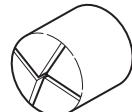
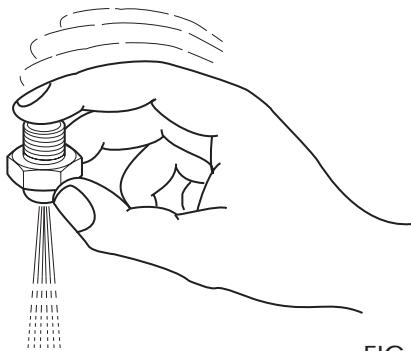

FIG. 19
FIG. 20
- Asigurati-va, fara a folosi ace sau altceva, ca benzina sau motorina trec liber prin orificiul duzei, prin lovire usoara cu degetul aratator (vezi fig. 20) si ca inciziile sunt perfect curate (vezi fig. 19).